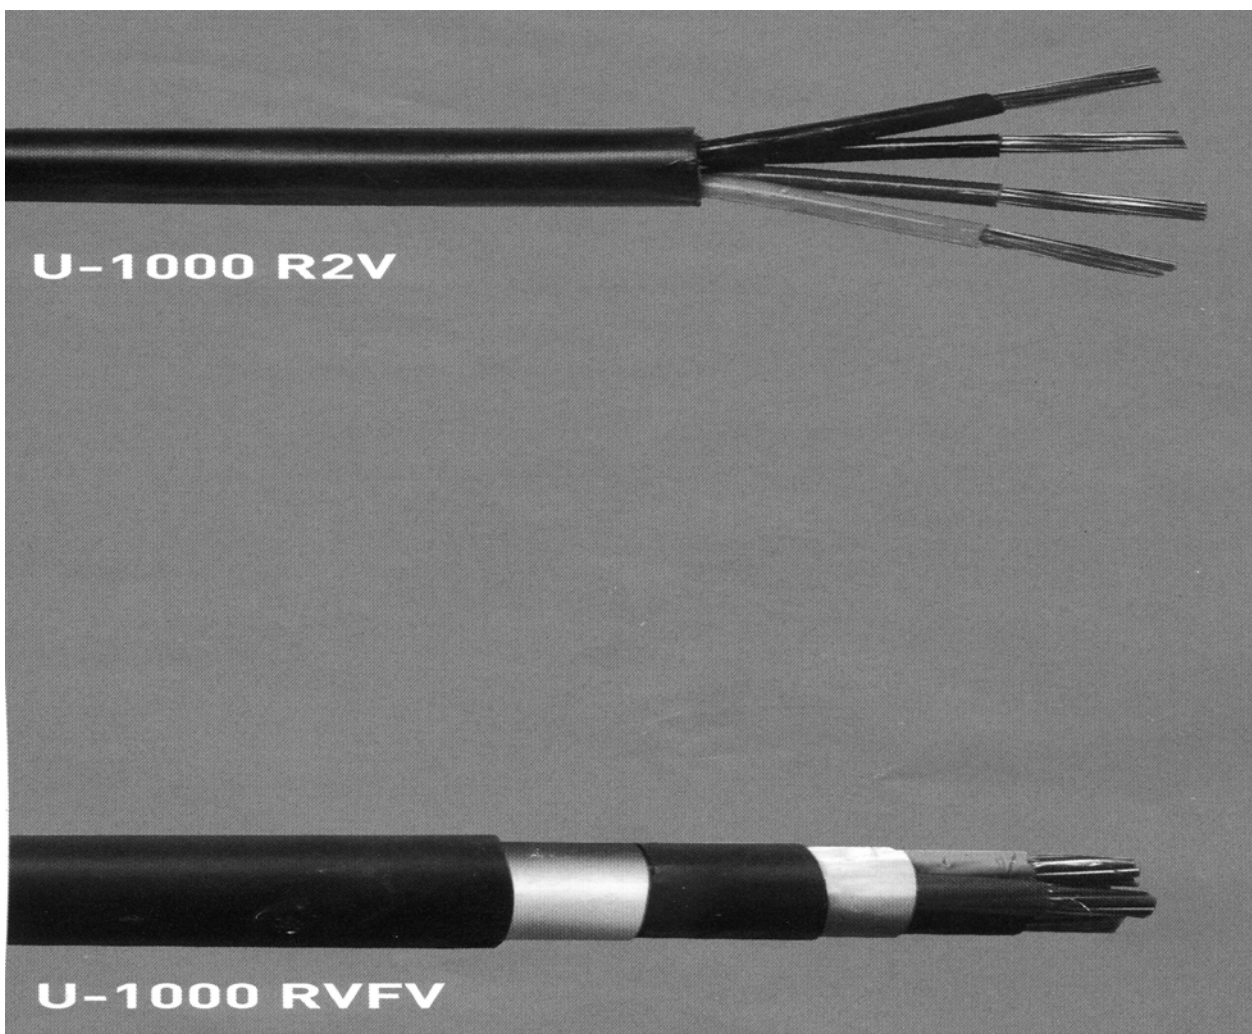

Figure 2.6– Câbles industriels
c) Câbles industriels : (voir figure 2.6)